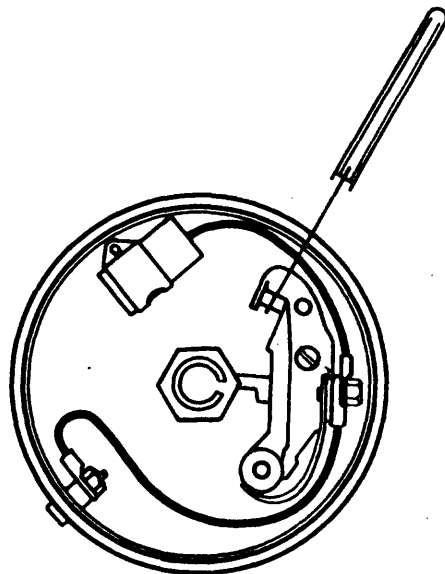

Fig. 6
- b Regule la apertura de los platinos con un calibrador de láminas, moviendo el platino fijo (fig. 6).